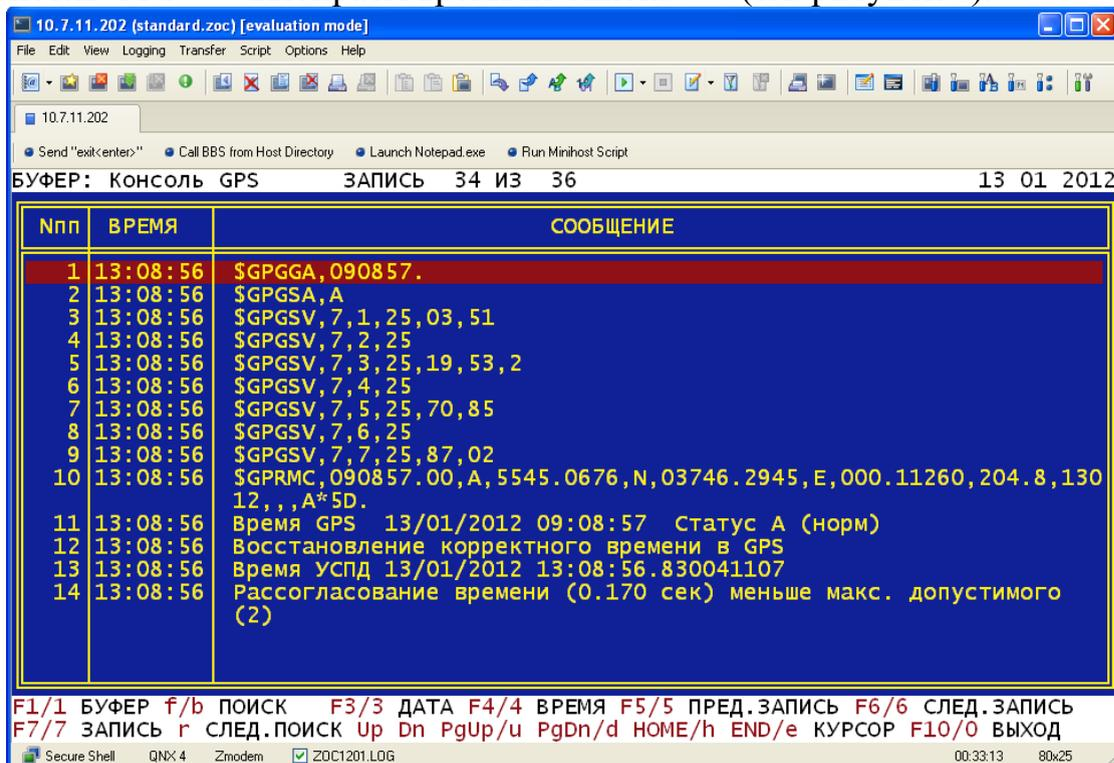

Рисунок 8
2.3.1.16 Прочитать принятые данные из архива /\* НАЛАДКА -> СЛУЖЕБНЫЕ АРХИВЫ -> ПРОСМОТР -> «выбираем нужную дату» -> Консоль GPS -> «выбираем время из списка» \*/ (см. рисунок 8).